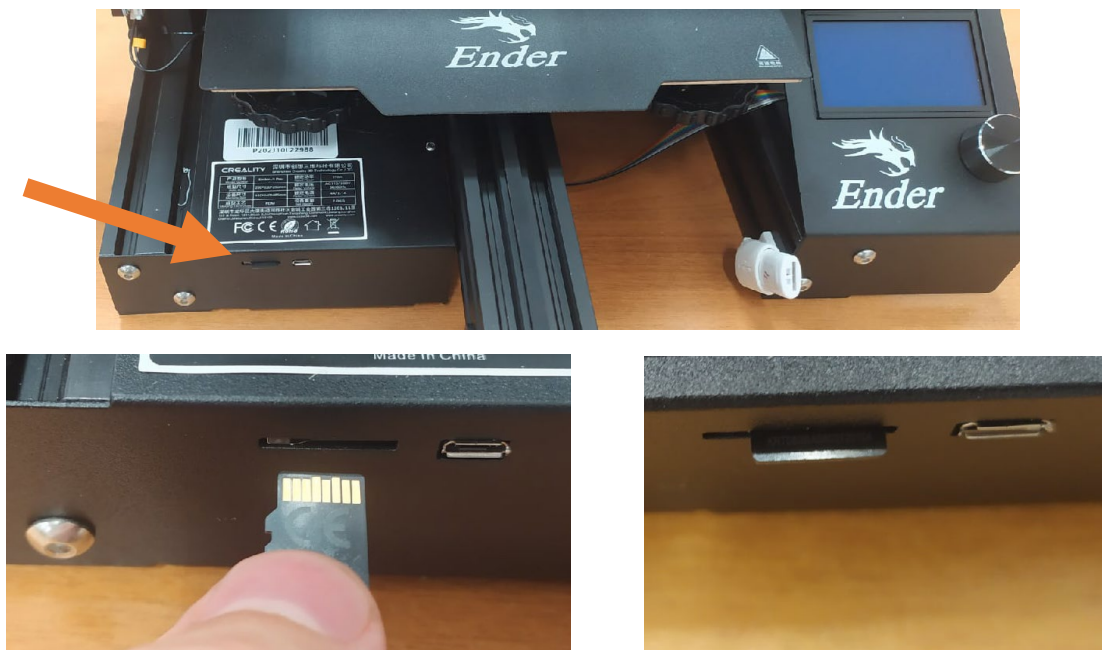

Рисунок 5 – место для вставки флешки
4. Вставляем флешку в 3D принтер (рис. 5).